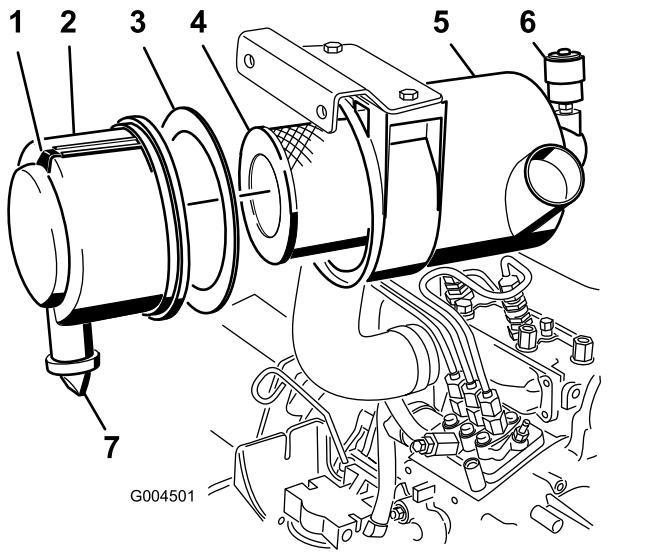

Figure 49
2. Faites l'entretien du filtre à air quand l'indicateur de colmatage (Figure 49) est rouge ou toutes les 400 heures (plus fréquemment si vous travaillez dans une atmosphère extrêmement poussiéreuse ou sale). N'effectuez pas l'entretien du filtre à air trop souvent.
1. Tirez le verrou vers l'extérieur et tournez le couvercle du filtre à air dans le sens antihoraire (Figure 49).
2. Déposez le couvercle du corps du filtre à air (Figure 49).
4. Déposez et remplacez le préfiltre (Figure 49).
6. Vérifiez que le joint en mousse est en place dans le couvercle et qu'il n'est pas déchiré ou endommagé (Figure 49).
A. Retirez la valve de sortie en caoutchouc du couvercle (Figure 49).
10. Réarmez l'indicateur de colmatage (Figure 49) s'il est rouge.